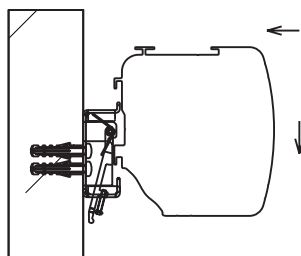

Abbildung 3
2. Heben Sie nun das Leinwandgehäuse mit zwei Personen an und führen es vorsichtig in die Montagebügel ein. Achten Sie darauf, dass die Gehäuseprofile in die Haken der Montagebügel greifen. Lassen Sie das Gehäuse nun langsam nach unten gleiten. Die Leinwand sollte mit einem Klickgeräusch hörbar einrasten. (siehe **Abb.3**)